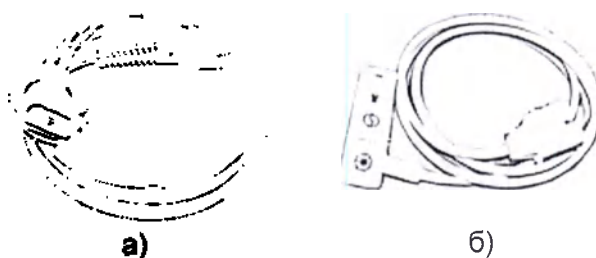

Рисунок 2-2. Неонатальный (универсальный) датчик, два варианта комплектации
- ☐ неонатальный (универсальный) (см. рис. 2-2 а);
- ☐ неонатальный (одноразовый) (см. рис. 2-2 б);
Монитор может комплектоваться различными неонатальными датчиками, предназначенными для новорожденных детей (см. рис. 2-2 а,б). Кроме того, датчики а) применимы для детей любого возраста, а также для взрослых пациентов в случаях необходимости установки и надежной фиксации датчика в «нестандартных» местах расположения.
При установке одноразового неонатального датчика б) (рис. 2-2, 2-3) необходимо, чтобы окна фотоэлементов датчика были расположены друг против друга.